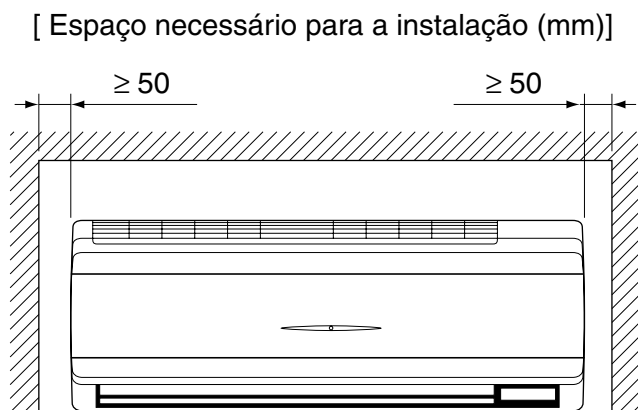
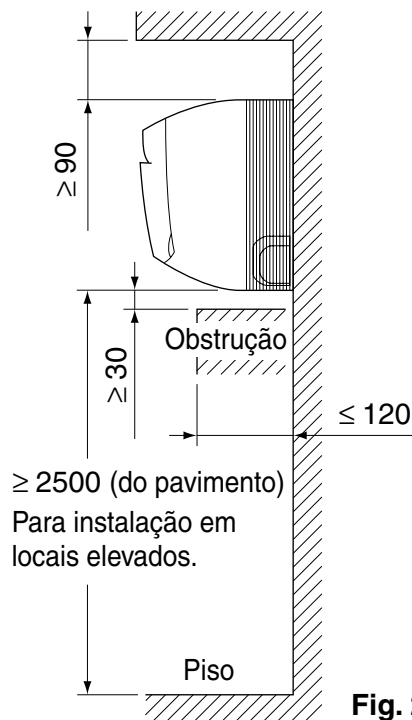

Fig. 1
Fig. 2
- Onde haja espaço suficiente para manutenções e serviços em geral. **(Consulte a Fig. 1 e Fig. 2)**